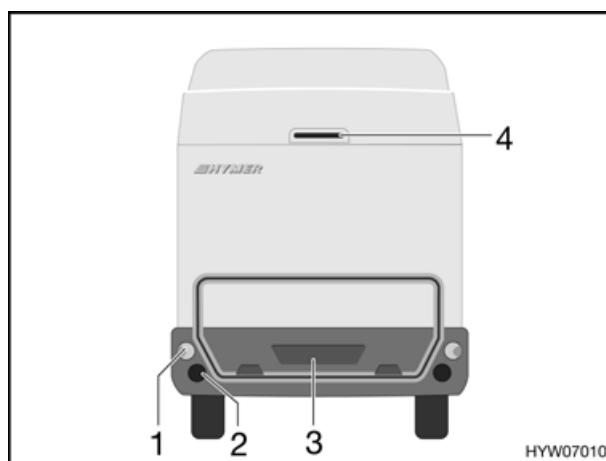

Fig. 65 Luci posteriori
- Svitare le viti degli involucri (Fig. 65,1 a 3).
La terza luce del freno (Fig. 65,4) va sostituita assieme al suo involucro.